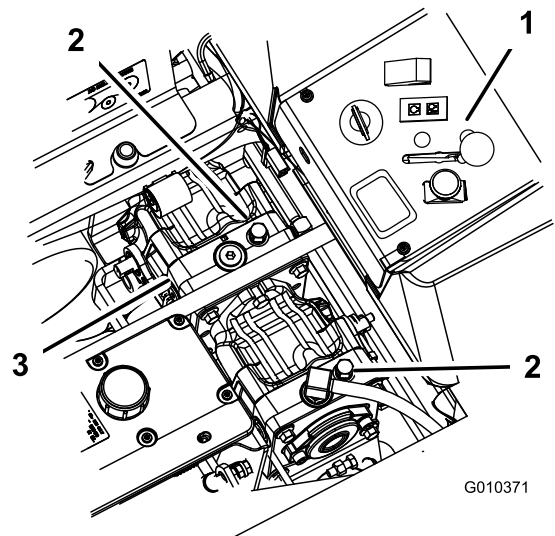

Figura 42
3. Rode as válvulas de derivação no sentido contrário aos ponteiros do relógio 1 volta para empurrar (Figura 42).
Rode as válvulas de derivação no sentido dos ponteiros do relógio 1 volta para operar a máquina (Figura 42).